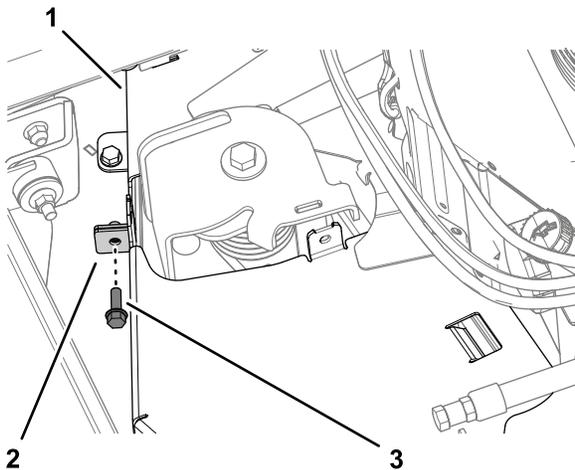

Figura 35
2. Rimuovete i bulloni che fissano le flange del copricinghia come illustrato nella Figura 35.